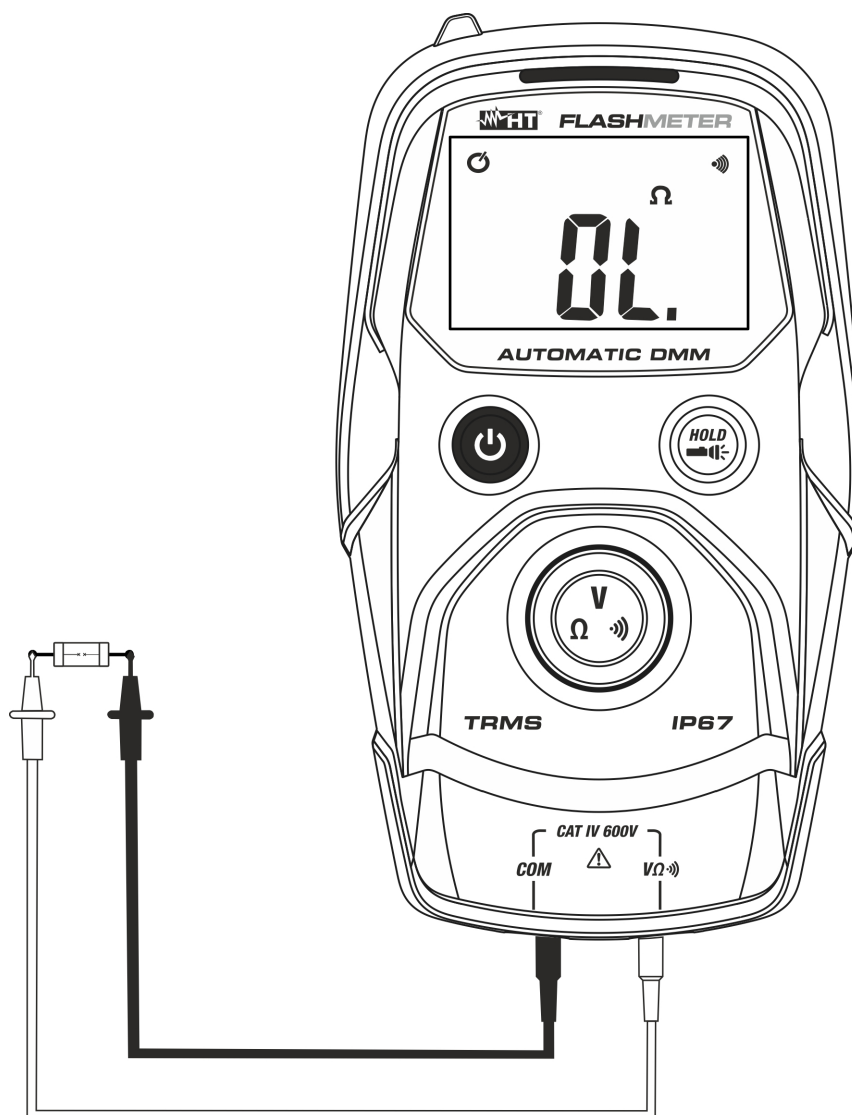

Fig. 6: Uso del instrumento para la prueba de continuidad
4. Posicione las puntas en el circuito examen (ver Fig. 6). El zumbador de continuidad estará activo para $R < 40\Omega$